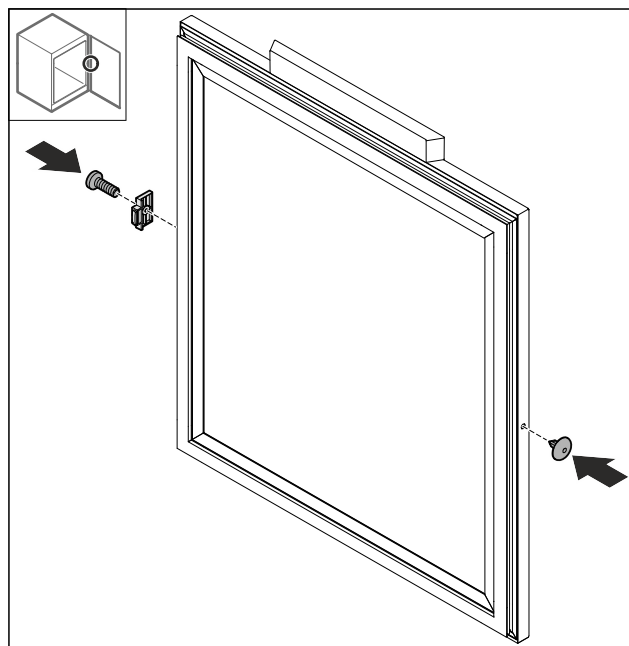

Fig. 49
- Odbojnik drzwi zamontować Fig. 49 (1) w pozycji obróconej o 180° po przeciwnej stronie.
- Założyć Fig. 49 (2) osłonę po przeciwnej stronie.